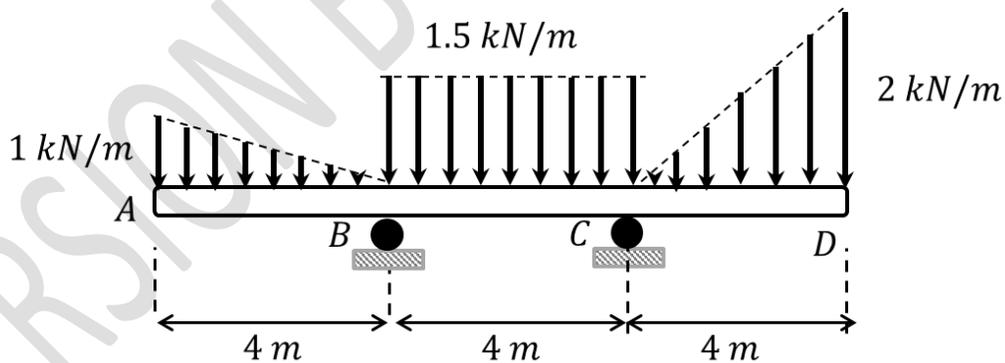

Fig. 9.9.
9.9.- Una viga está sometida a tres diferentes fuerzas distribuidas como lo muestra la Fig. 9.9. Determinar el valor de las reacciones en los apoyos B y C de la viga.